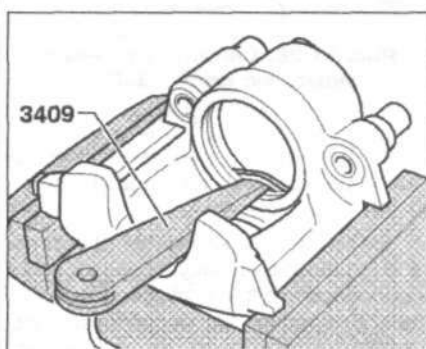

Рис. 11.22. Снимите сальник с помощью клинка 3409.
2. Снимите сальник с помощью клинка 3409 (рис. 11.22). При снятии убедитесь, что поверхность цилиндра не повреждена.